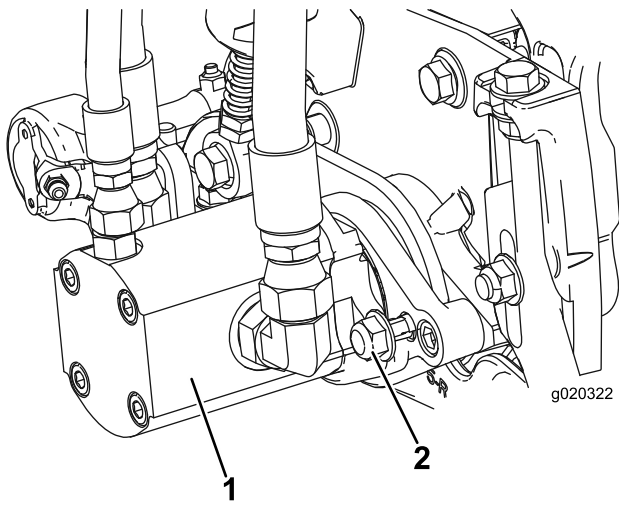

Figura 13
16. Instale el motor girándolo en el sentido de las agujas del reloj de modo que las bridas del motor no choquen con las contratuerzas (Figura 13). Gire el motor en sentido antihorario hasta que las bridas rodeen las tuercas, luego apriete las tuercas.